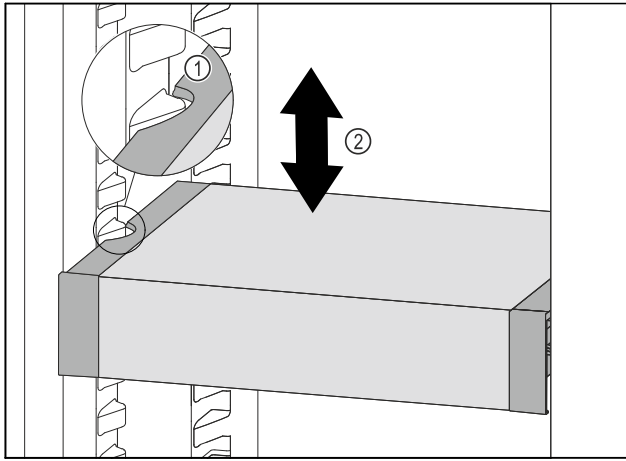

Fig. 96
- ▶ VarioSafe nach vorne ziehen, bis sich die seitlichen Aussparungen des VarioSafes auf Höhe der Behälterrippe im Kühlteil befinden. Fig. 96 (1)
- ▶ VarioSafe im Kühlteil nach oben oder unten bewegen, bis gewünschte Höhe erreicht ist. Fig. 96 (2)